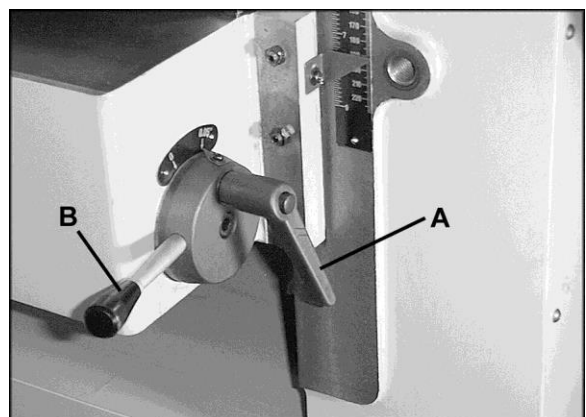

Рис. 16
Чтобы настроить высоту роликов стола, ослабьте рукоятку (А, рис. 16) и сдвигайте рычаг быстрой настройки (В, рис. 16), пока указатель не будет на требуемой величине шкалы. Затяните рукоятку (А, рис. 16), чтобы зафиксировать настройку.
2. Ослабьте фиксирующую рукоятку и переместите рычаг быстрой настройки (Рис. 16) на ноль.